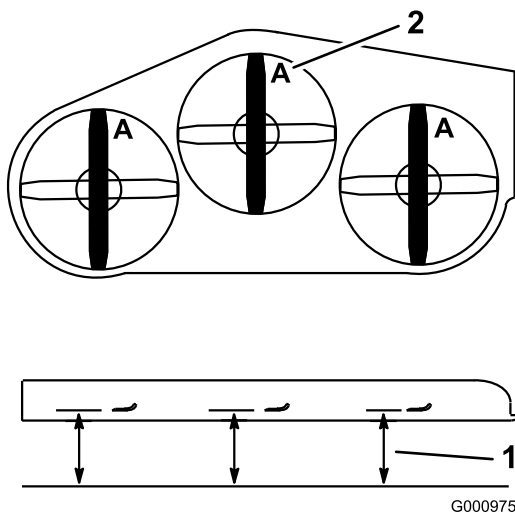

Bild 97
4. Messen Sie an den Stellen **A** und von einer ebenen Oberfläche bis zur Schnittkante der Messerspitzen (Bild 97).